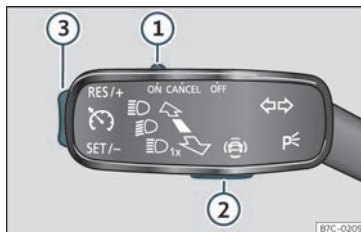

Fig. 209 Na panca dos intermitentes:teclas para manexar o limitador de velocidade.
Para cambiar entre os sistemas de asistencia á condución prema a tecla >>> **fig. 209** **2**, a continuación, seleccione mediante a roda dereita do volante multifunción no menú do cadro de instrumentos e prema a roda para confirmar a selección.
- Desprace o mando >>> fig. 209 ① á posición ON e prema a tecla ②.
- Durante a marcha, prema a tecla >>> fig. 209 ③ pola zona SET/-.
Pódese axustar a velocidade coa tecla >>> fig. 209 ③:
- Desprace o mando >>> fig. 209 ① á posición OFF.
Se desexa desactivar temporalmente o limitador de velocidade, por exemplo, para adiantar, desprace o mando >>> fig. 209 ① á posición CANCEL ou prema a tecla ②.
Despois do adiantamento, pódese activar o limitador de velocidade coa velocidade previamente programada premendo a tecla >>> fig. 209 ③ pola zona RES/+.